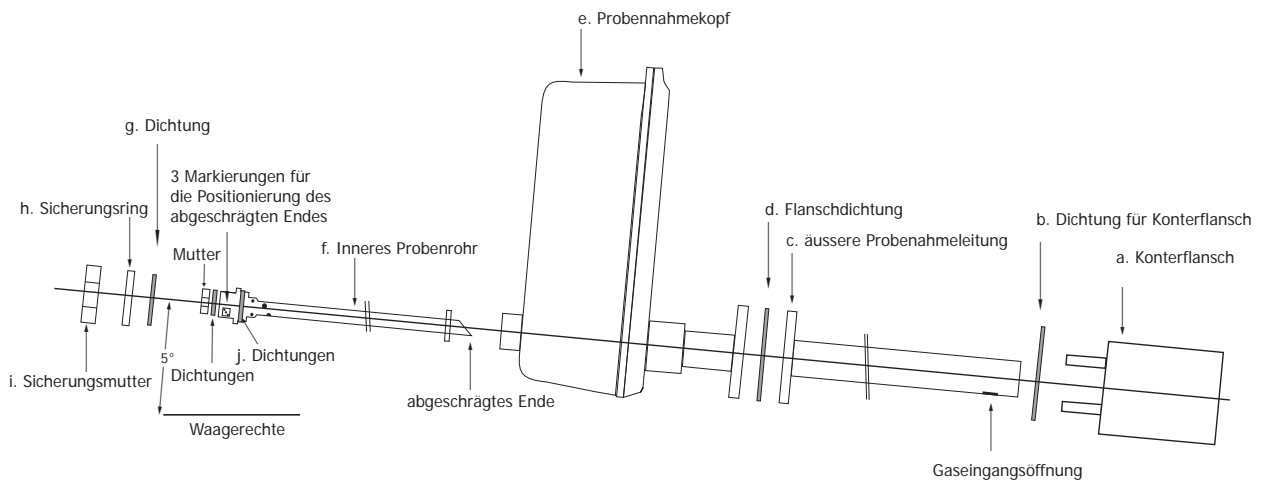
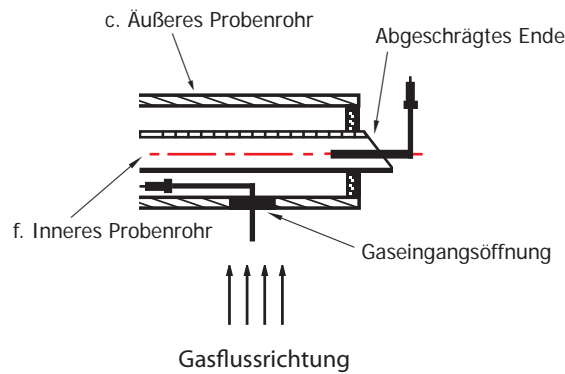

Abb. 8 Position der Sonde
Abb. 12 Inneren Probenrohrs Orientierung
- Montieren Sie die äussere Probenahmeleitung (c) mit der Flanschdichtung wie in *Abb. 8* gezeigt. Die Gaseingangsöffnung muß gegen den Gasfluss ausgerichtet sein.
4. Stecken Sie jetzt die innere Probenrohr (f) in den Probenahmekopf (e), siehe *Abb. 8*. Vergewissern Sie sich, das das abgeschrägte Ende des inneren Probenrohrs von der Gaseingangsöffnung des äusseren Probenrohrs (c) wegzeigt, siehe unteres Bild. Um das besser ausrichten zu können befinden sich am anderen Ende des inneren Probenrohrs drei Markierungen, siehe *Abb. 12*.
5. Verschrauben Sie jetzt den Sicherungsring (h) mit der Dichtung (g), und der Sicherungsmutter (i) und die innere Dichtung für das innere Probenrohr (j) ordnungsgemäß am hinteren Ende des Probenahmekopfes, siehe *Abb. 8*.